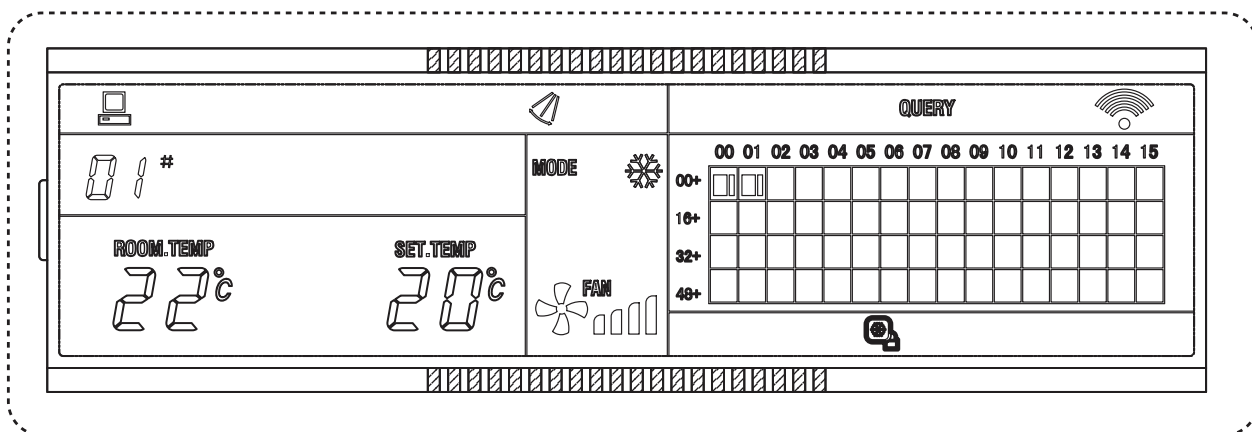

Рисунок 7
2. Описание страницы QUERY (см. рис. 7)